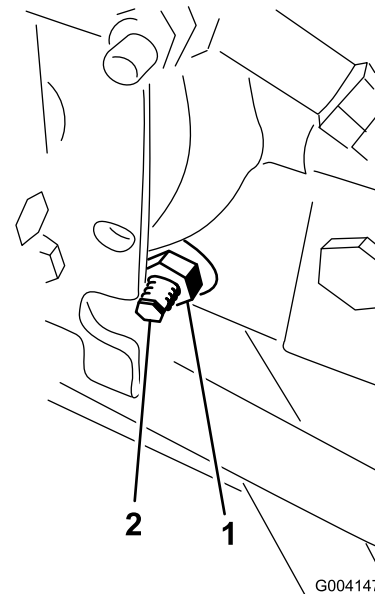

Figura 89
3. En el lado derecho del hidrostato, afloje la contratuerca de la leva de ajuste de tracción (Figura 89).